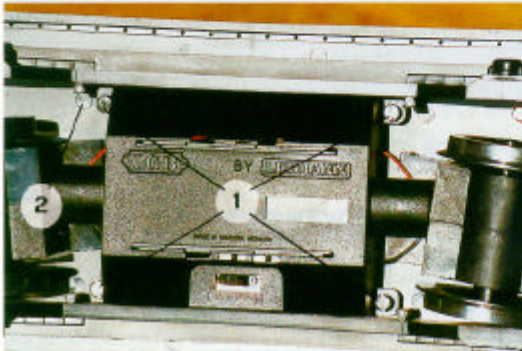
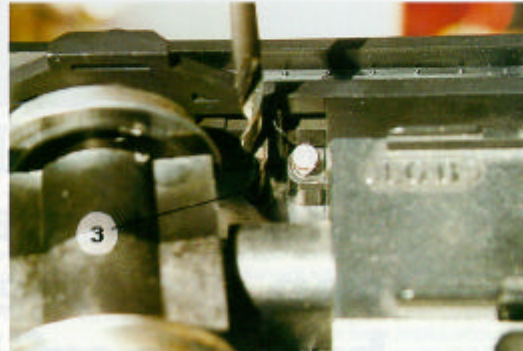

Abbildung 1
Abbildung 2
- 3) 4 Schrauben (Abb.1, 1) herausdrehen, Getriebekasten abheben.
- 5) 5 mm Loch durch Bodenplatte bohren (Abb.1, 2 u. Abb.2, 3).